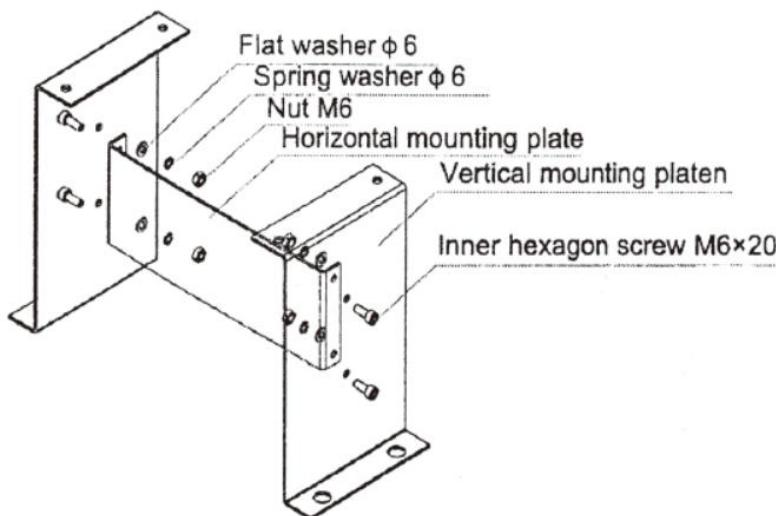

Figura 5
b) Si selecciona la base de montaje desmontable, primero se debe ensamblar la base como se muestra en la Figura 5: